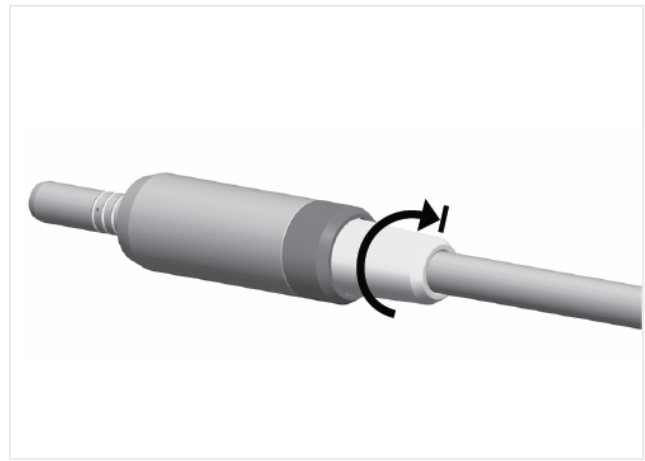

FIG. 3
4. モータを保持してホーススリーブを後部モータ接続部に完全にねじ込みます。(図3)。